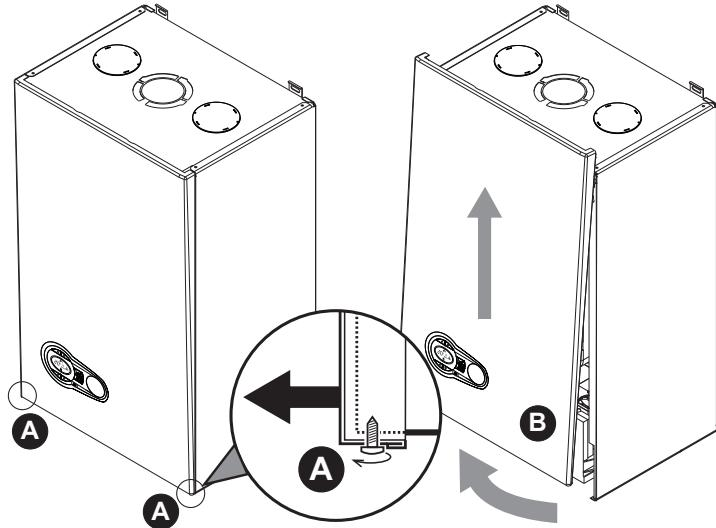

рис. 25 - Открытие передней панели
- Отвинтите не до конца винты **A** (см. рис. 25).